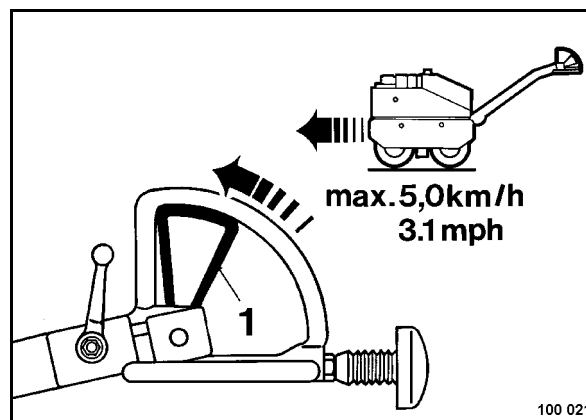

рис. 29
- Медленно переместить рычаг (1) (рис. 29) вперед; машина плавно ускоряется вперед.